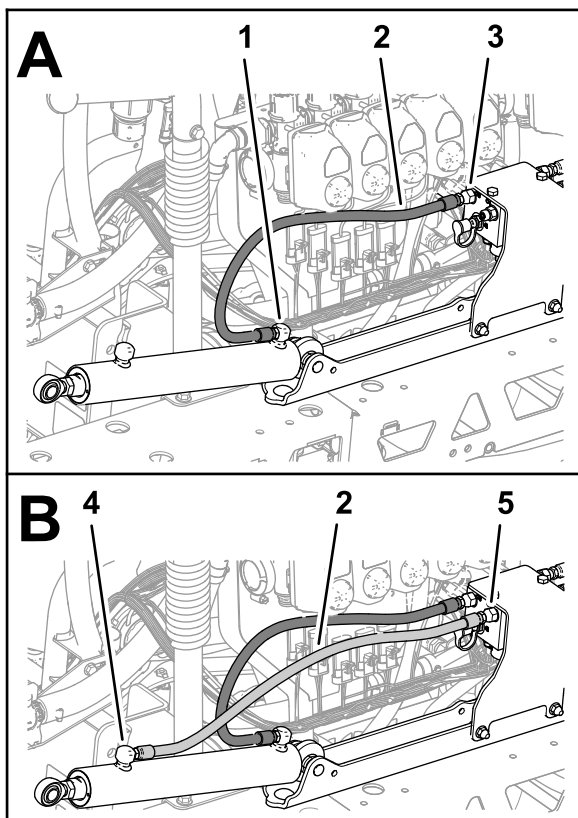
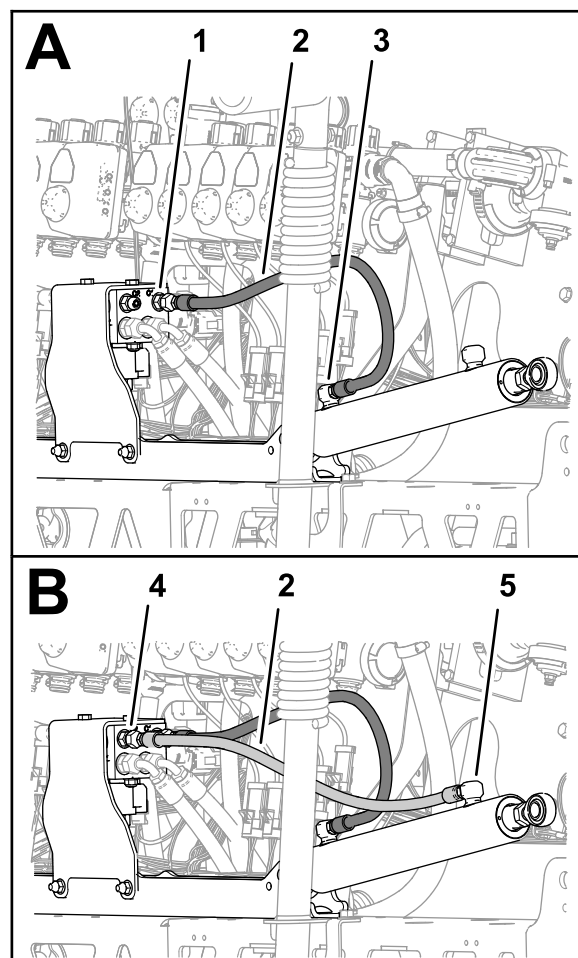

Figura 118
Figura 119
1. Monte sem apertar o novo tubo hidráulico (1/4 pol. x 24 3/4 pol.) entre a porta de extensão do cilindro de elevação da rampa esquerda e a porta C3 do coletor de elevação da rampa (Figura 118).
- Monte sem apertar o novo tubo hidráulico (¼ pol. x 24¾ pol.) entre a porta de retração do cilindro de elevação da rampa esquerda e a porta C4 do coletor de elevação da rampa (Figura 118).
- Monte sem apertar o novo tubo hidráulico (¼ pol. x 24¾ pol.) entre a porta de extensão do cilindro de elevação da rampa direita e a porta C1 do coletor de elevação da rampa (Figura 119).
- Monte sem apertar o novo tubo hidráulico (¼ pol. x 24¾ pol.) entre a porta de retração do cilindro de elevação da rampa direita e a porta C2 do coletor de elevação da rampa (Figura 119).
- Aperte as uniões do tubo nas portas de extensão e retração dos cilindros de elevação (Figura 118 e Figura 119) com 21 a 26 N·m.
- Aperte as porcas da articulação dos tubos no coletor de elevação da rampa (Figura 118 e Figura 119) com 24 a 30 N·m.